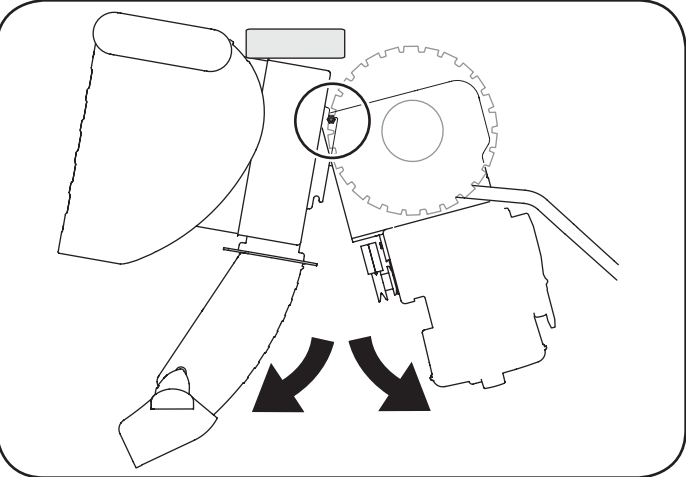

Figure 28
8. Placez une cale en bois sous l'habitacle de la tarière, comme à la Figure 28 et séparez l'habitacle de la tarière du châssis en faisant basculer l'habitacle vers l'avant et en tirant sur les poignées.